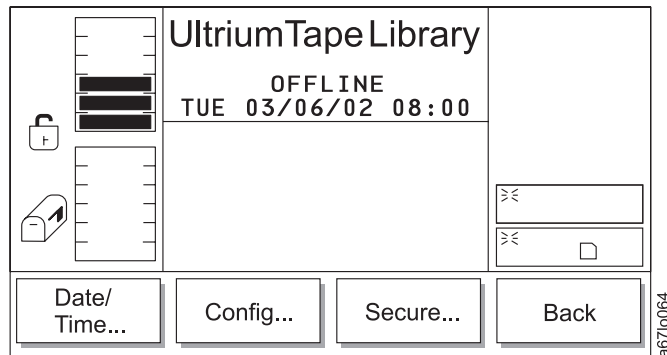

Abbildung 148. Dienstprogrammuntermenü
Tabelle 97. Übersetzung von Abb. 148, Dienstprogrammuntermenü
- Wird **Cancel** ausgewählt, erscheint das Dienstprogrammuntermenü (siehe Abb. 148 auf Seite 164).